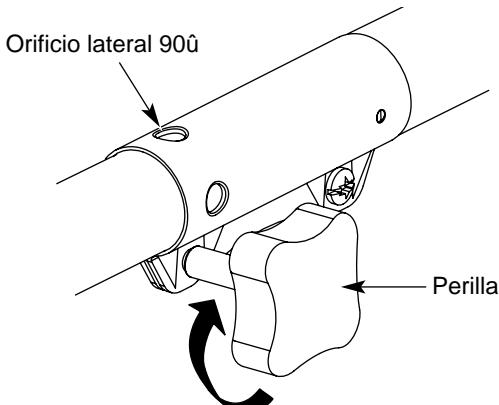

Fig. 8
3. Gire la perilla en sentido horario para ajustarla (Fig. 8).
Para recortar bordes mientras usa el accesorio de corte de cabeza de lnea con modelos EZ-Link^a, trabe el bot—n de desconexi—n en el orificio lateral de 90° (Fig. 8).